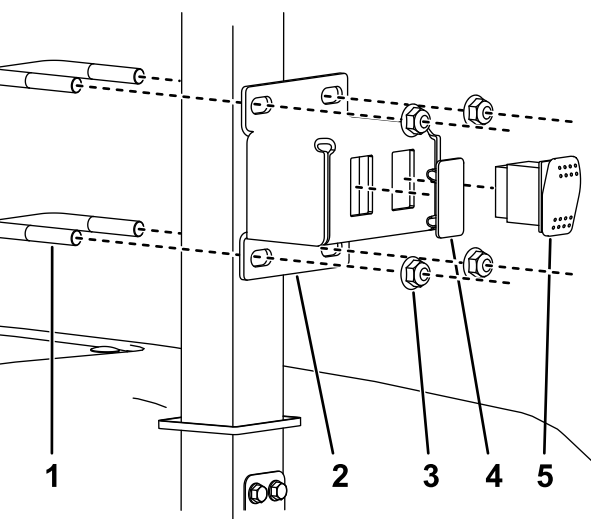

Figure 3
3. Montez l'interrupteur et l'obturateur de trou sur le support d'interrupteur, comme montré à la Figure 3.